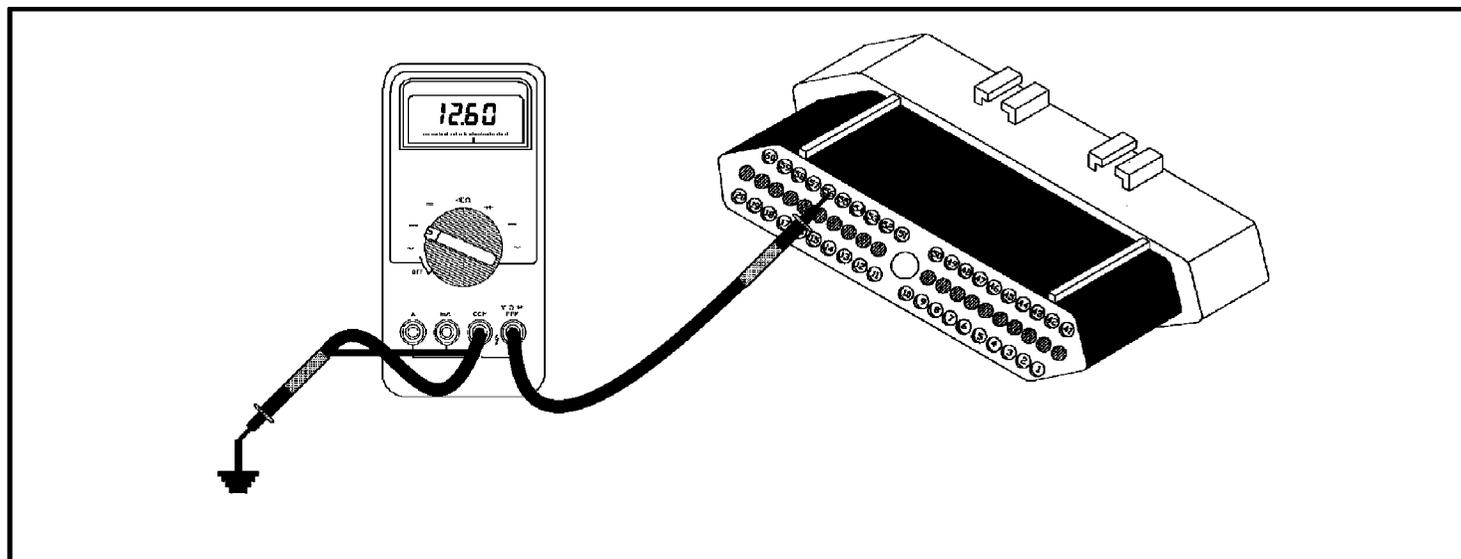

Figura 13
- Ahora controle el voltaje en la cavidad #56 (Vea la figura 13). Mientras controla el voltaje, menee los alambres que van a la batería. Si la lectura de voltaje se pierde o se torna erratica al menear los alambres, sospeche una averia en el alambre o un alambre fusible quemado (Vea la figura 8 para la localización de los alambres fusible). Las figuras 9 y 10 muestran una tabla de alambres fusible por vehiculo y color. Algunos modelos usan el típico fusible . Si el problema es que hay un abierto en un alambre, se tendrá que hacer una prueba de continuidad a diferentes puntos del alambre para encontrar la averia.